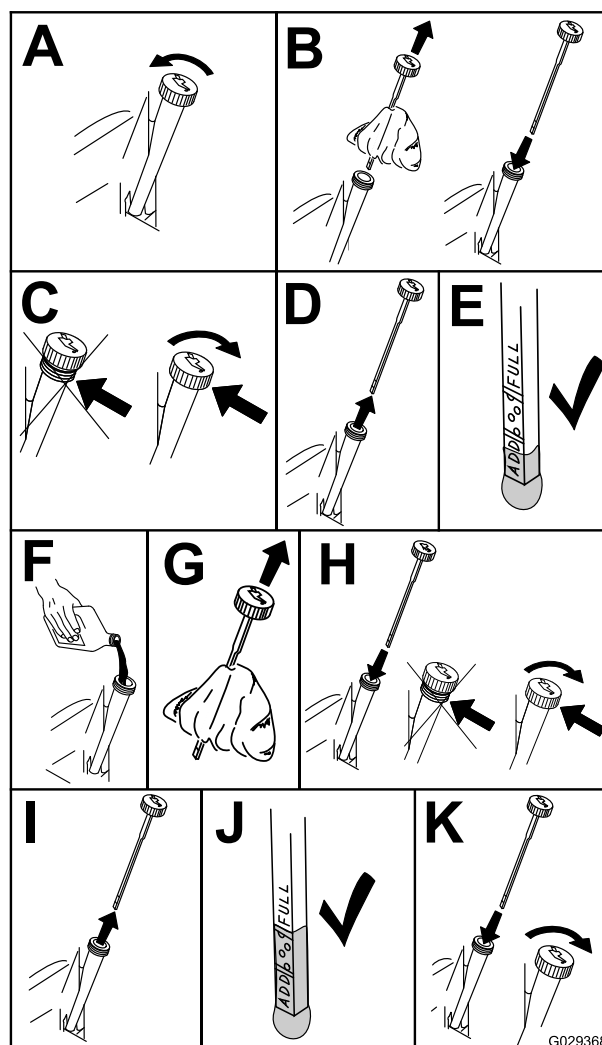

Figura 41
3. Para que no entre suciedad, recortes de hierba, etc., en el motor, limpie la zona alrededor del tapón de llenado/varilla de aceite antes de retirar éste (Figura 41).